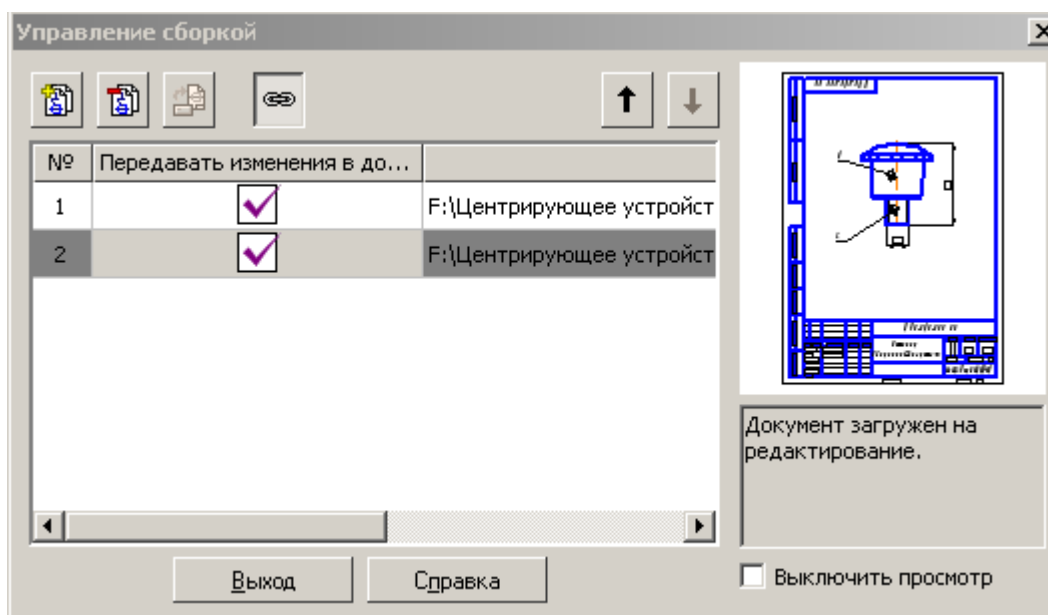

Рис. 12.12
- в окне **Управление сборкой** активируйте команду  **Подключить документ**(рис.12.12);
- в окне выбора файла выберите файл сборочного чертежа и в окне **Управление сборкой** включите режим **Передавать изменения в документ** (рис.12.12);